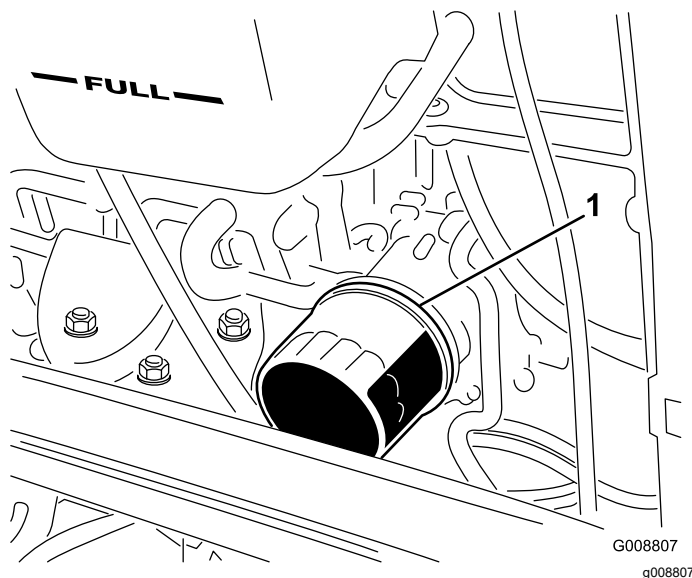

Figura 57
2. Retire o filtro do óleo (Figura 57). Aplique uma leve camada de óleo limpo no vedante do filtro novo antes de o montar. Não aperte demasiado.